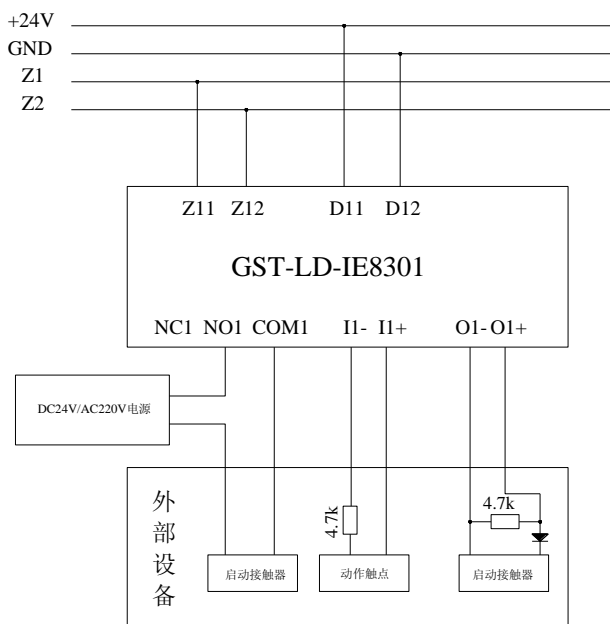

图 7 模块在工作模式 2 的连接示意图
2. 模块在工作模式 2 工作时，与外部设备的连接如图 7 所示。